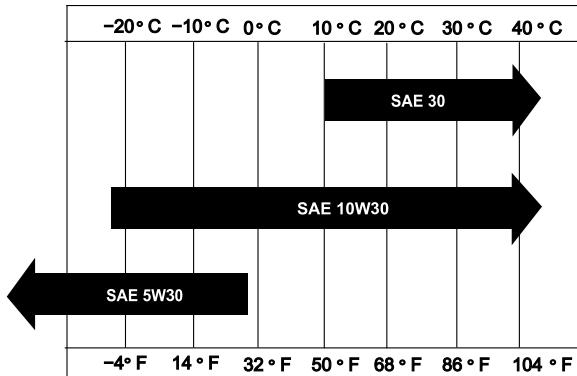

Figura 16
**Viscosidade:** Selecione de acordo com a temperatura ambiente; consulte a Figura 16.